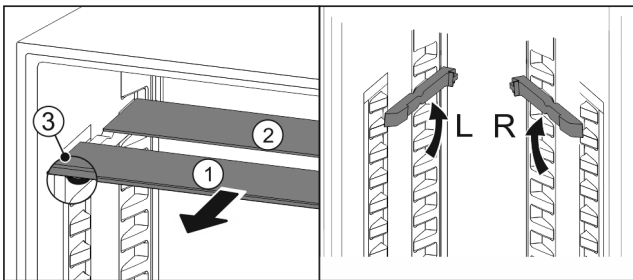

Fig. 29
- ▶ Vedä lasilevyt yksittäin etukautta ulos Fig. 29 (1).
- ▷ Koristelistalla varustettu lasilevy Fig. 29 (1) on edessä.
- ▷ Pysäyttimet Fig. 29 (3) osoittavat alaspäin. Pakastelokerolla varustetut laitteet:*